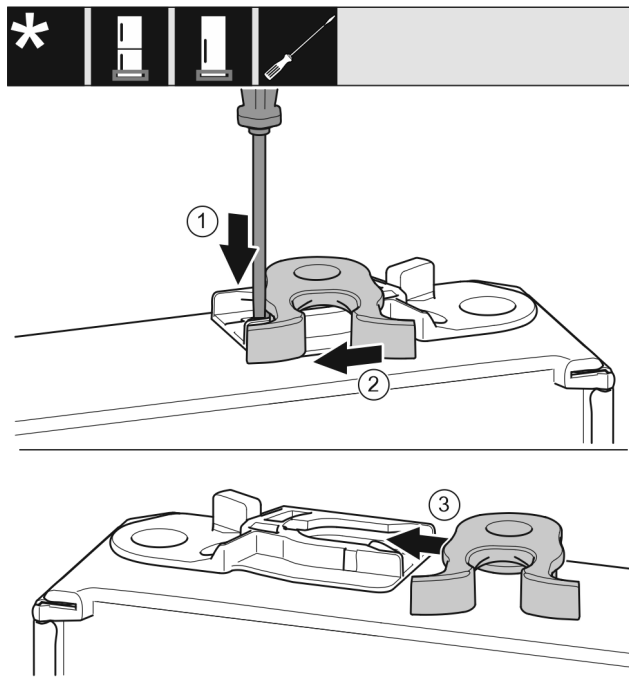

Fig. 19
- Odvijačem s ravnom glavom pritisnite spojnicu Fig. 19 (1) prema dolje.
- Izvucite kuku za zatvaranje Fig. 19 (2) iz vodilice.
- Gurnite kuku za zatvaranje Fig. 19 (3) na drugoj strani u vodilicu.